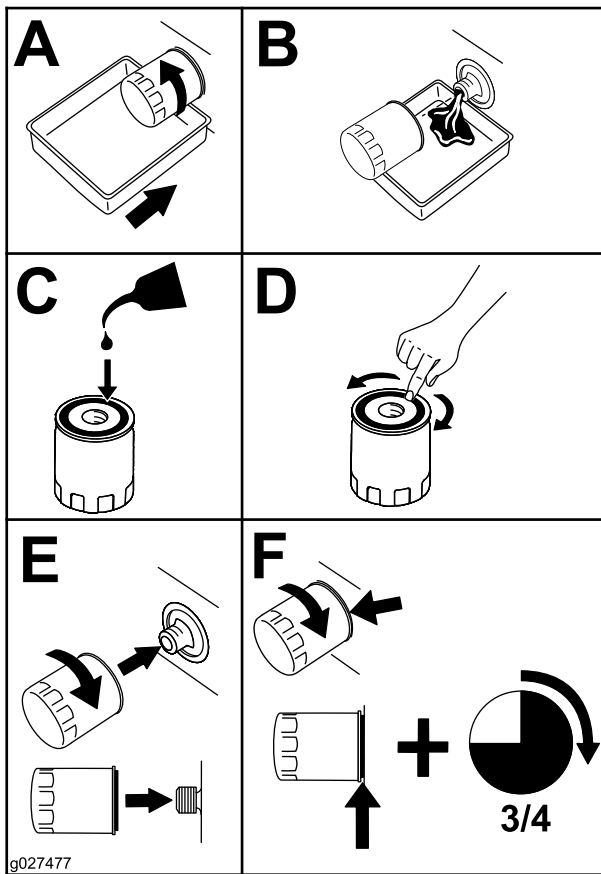

Figure 49
4. Remplacez le filtre à huile moteur comme montré à la Figure 49.